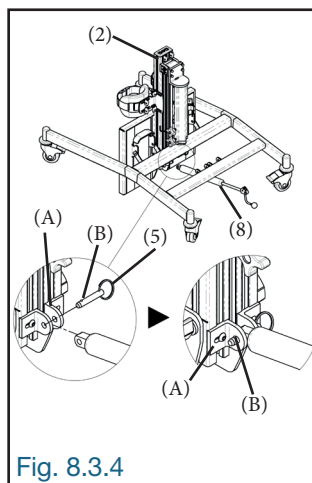

Fig. 8.3.4
8.3.4 Fixer le vérin (8) au support (A) du châssis (2) en insérant la goupille à dégagement rapide (5) (Fig. 8.3.4). S'assurer que le verrou (B) de la goupille soit complètement dégagé de l'autre côté du support (A) afin qu'elle soit bien verrouillée.